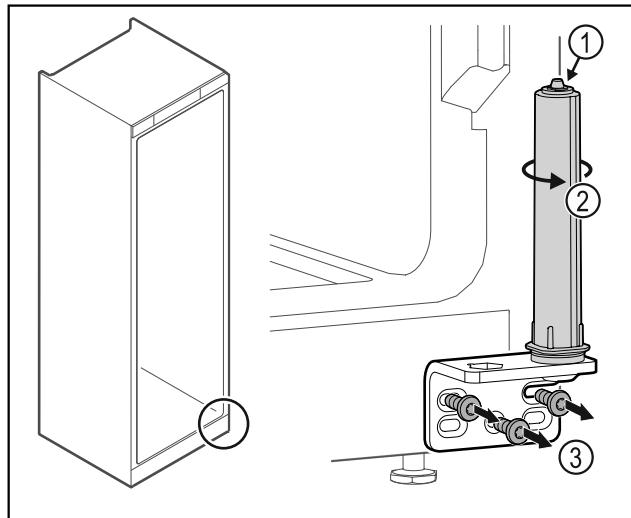

Fig. 32
- ▶ Nerozoberajte systém zatvárania dverí Fig. 32 (1).
- ▶ Otáčajte systém zatvárania Fig. 32 (2), kým nezacvakne.
- ▶ Odskrutkujte uholník závesu Fig. 32 (3).